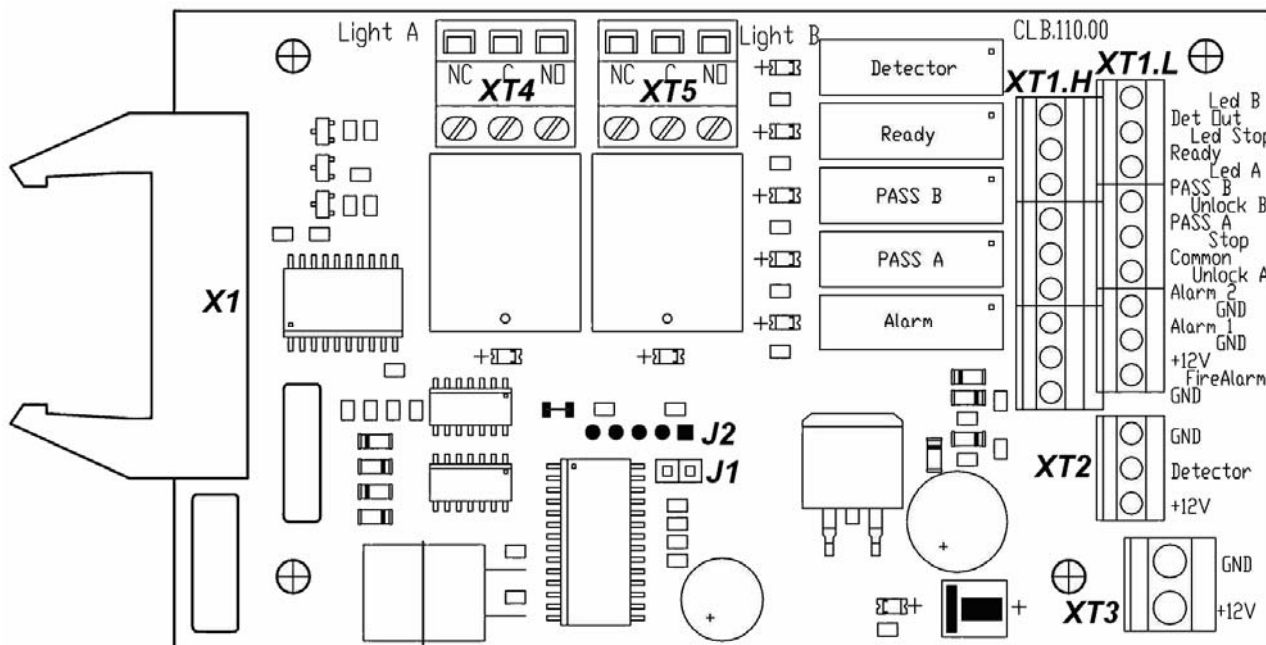

Рисунок 3 Внешний вид платы CLB
5.2.4 ПДУ выполнен в виде небольшого настольного прибора в корпусе из ударопрочного АБС пластика и предназначен для задания индикации режимов работы при ручном управлении турникетом. ПДУ подключается к плате CLB гибким многожильным кабелем (13) через клеммную колодку XT1.L (см. рисунок 3). На лицевой панели корпуса ПДУ расположены три кнопки для задания режимов работы турникета. Над кнопками расположены индикаторы. Средняя кнопка (далее по тексту – кнопка **STOP**) предназначена для переключения турникета в режим «Запрет прохода».
5.2.5 На плате CLB (см. рисунок 3) расположены:
5.4.3 Реле *PASS A* (контакты *PASS A* и *Common*), *PASS B* (контакты *PASS B* и *Common*), *Ready* (контакты *Ready* и *Common*), *Detector* (контакты *Det Out* и *Common*) и *Alarm* (контакты *Alarm 1* и *Alarm 2*) имеют нормально-разомкнутые контакты. При этом общий для этих реле контакт *Common* не соединен с минусом источника питания турникета. В исходном (неактивном) состоянии при включенном питании контакты реле *PASS A*, *PASS B*, *Ready* и *Detector* замкнуты (на обмотку реле подано напряжение), а контакты реле *Alarm* разомкнуты (напряжение на обмотку реле не подано). Факт срабатывания / отпущения реле *PASS A*, *PASS B*, *Ready*, *Detector* и *Alarm* можно определить по загоранию / гашению красных индикаторов, которые установлены вблизи указанных реле (см. рисунок 3).